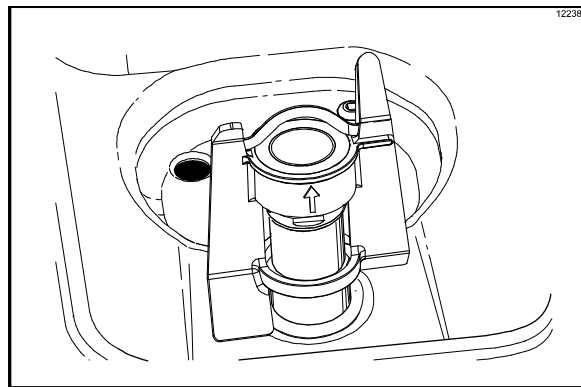

Figura 164
11. Coloque o agitador na caixa do eixo de transmissão. (Veja a Figura 164.)